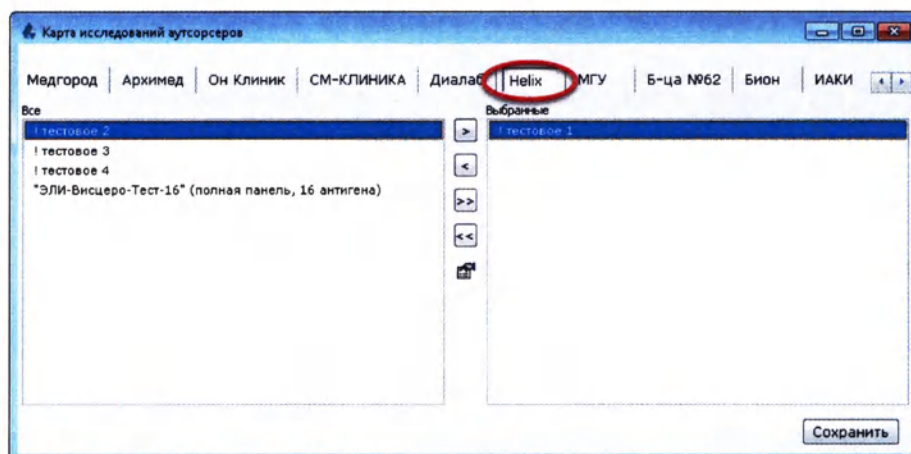

Рисунок 9.11
2. В открывшейся Карте, выберите вкладку с названием аутсорсера, например «**Helix**» (Рисунок 9.11):